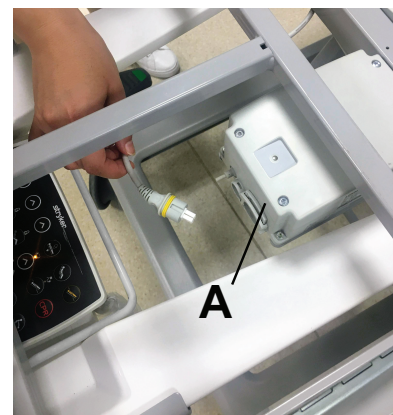

Figure 8 – Verrouillage ou déverrouillage du câble de la batterie
2. Localiser la batterie (Figure 8).
4. Appuyer sur le verrou du câble de la batterie pour verrouiller ce dernier dans la batterie (A).